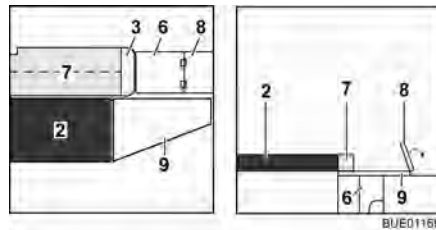

Bild 119 Under ombyggnaden
- Drag ut sänglådornas förlängning (Bild 119,6).
- Drag förlängningen av sittplattan (Bild 119,8) utåt.
- Fäll upp den extra dynan (Bild 119,7) och lägg den på bordet.
- Haka i sängbreddningen (Bild 119,9) i fästena på sittbänken.